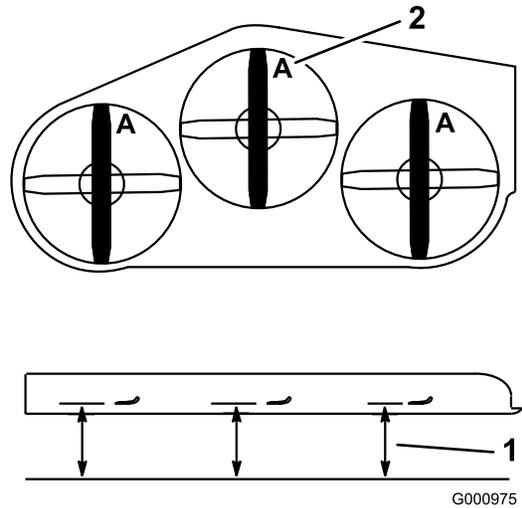

Figure 100
3. Tournez les lames dans le sens longitudinal (Figure 100). Mesurez la distance entre la surface plane et le tranchant (position A) des lames (Figure 100). Notez cette valeur.